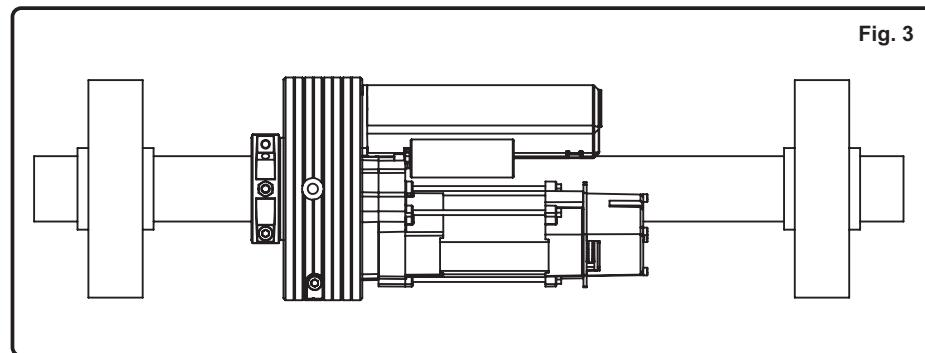

Fig. 3
H) Verificare che il motore risulti posizionato sul lato destro vista interna serranda e avvitare la vite TE M10 (vite testa esagonale senza dado, posizionata nella parte anteriore del collare di chiusura chassis) facendola penetrare nel foro M10 praticato precedentemente sul tubo della serranda (FIG. 3).
H) Vérifier que le moteur électrique est positionné à droit et serrer la vis TE M10 (vis tête hexagonal sans écrou, positionnée dans la partie antérieure de la deuxième partie du châssis) serrant la dans le trou M10 effectué précédemment sur le tube du rideau métallique (FIG. 3).
H) Verify that the electric motor is placed on the right side rolling shutter and screw the TE M10 (hexagonal screw without nut, placed on the foreground part of the second part of the chassis) screwing it inside the hole M10, effectuated before on the tube of rolling shutter (FIG. 3).
H) Comprobar que el motor eléctrico está colocado a la derecha vista interna de l'enrollable y atornillar el tornillo TE M10 (tornillo hexagonal sin tuerca, colocado en la parte adelantada del segundo chasis) atornillando totalmente en el taladro M10 efectuado anteriormente en el eje de l'enrollable (FIG. 3).